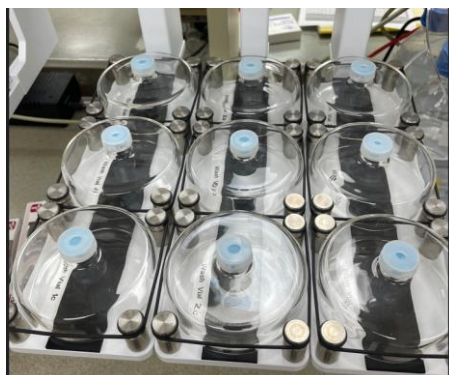

Figura 3 Bandeja para viales de alto volumen para disoluciones de extracción SPE. De izquierda a derecha y de arriba abajo 1a, 1b, 1c, 2a, 2b, 2c y 3a, 3b y 3c.
- 7.2.15** Prepare y coloque los reactivos en los viales de alto volumen según corresponda. Ver figura 3. Siga las indicaciones del PON de la metodología que está realizando sobre el volumen de cada disolución que necesita dependiendo de la cantidad de muestras que está procesando.